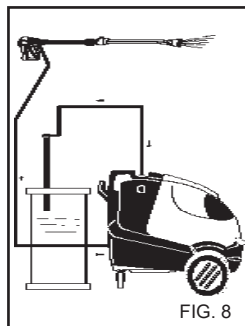

FIG. 8
3) Después del uso con detergente, aclarar el circuito de aspiración; introducir el tubo de aspiración del detergente (fig. 8) en un bidón de agua limpia y hacer funcionar la bomba durante 1 minuto con el grifo de dosificación completamente abierto y la lanza en fase de suministro de detergente.
4) Después del uso con detergente, aclarar el circuito de aspiración, introducir el tubo de aspiración (fig. 8) del detergente en un bidón de agua limpia y hacer funcionar la bomba durante 1 minuto con el grifo de dosificación completamente abierto y la lanza en fase de suministro del detergente.